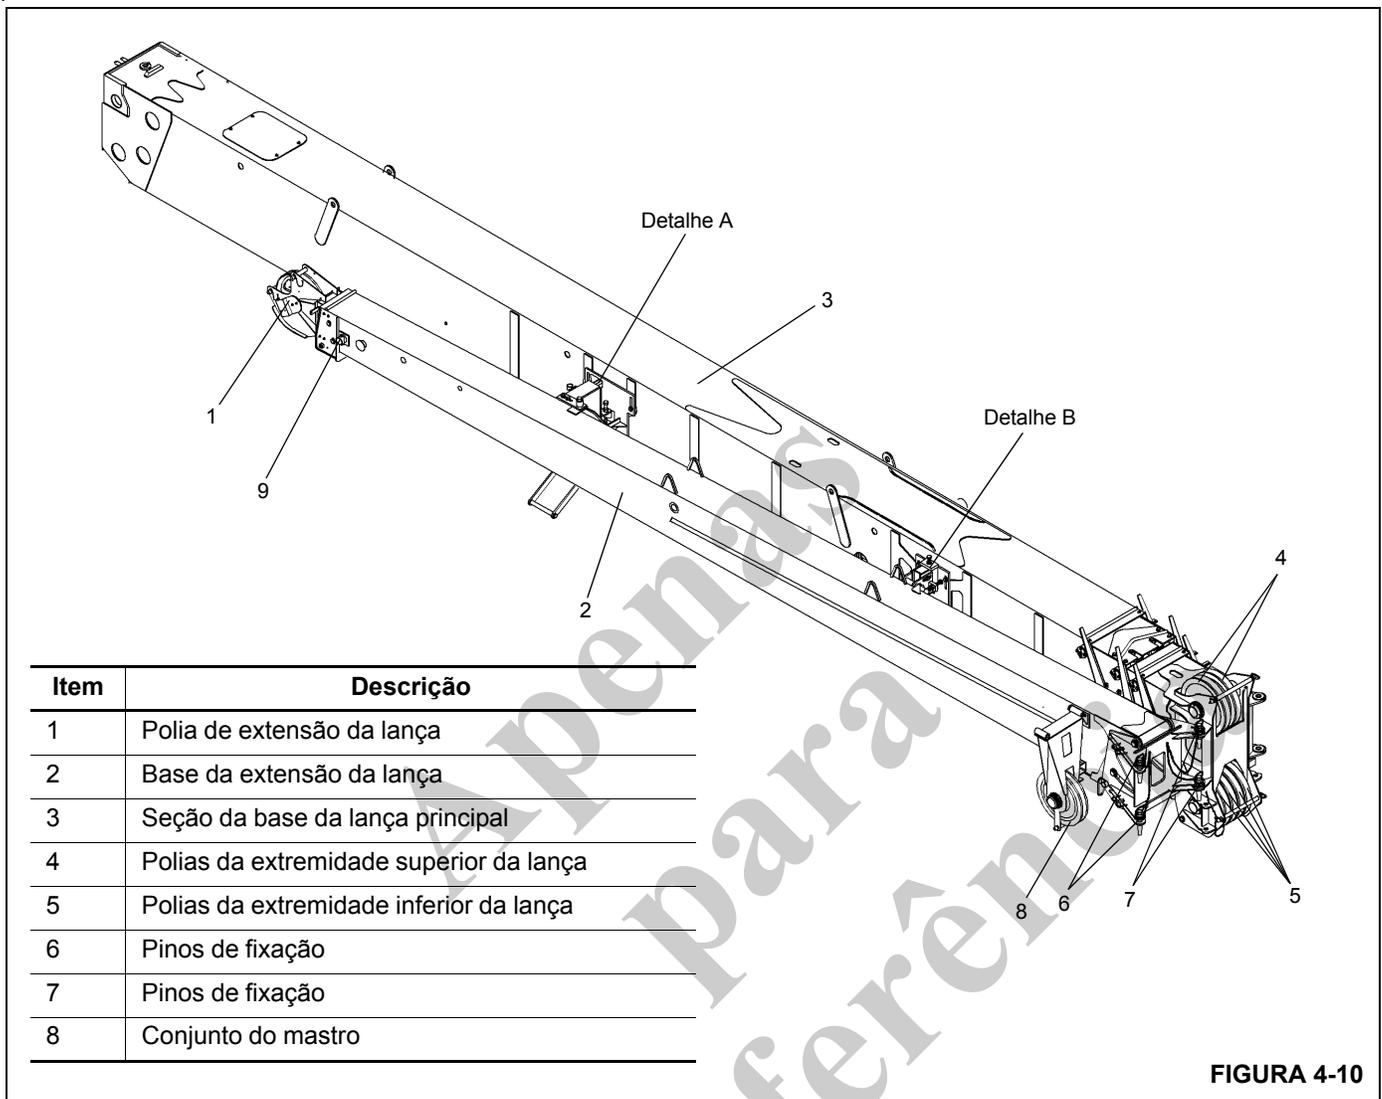

FIGURA 4-10
4. Remova os grampos de retenção dos pinos de fixação do lado direito (6) (Figura 4-7) (Figura 4-10) armazenados na base da extensão da lança e remova os pinos de fixação da extensão da lança (2) (Figura 4-7) (Figura 4-10). Insira os pinos de fixação do lado direito através do acessório da lança e das conexões de fixação da extensão da lança. Instale os grampos de retenção nos pinos de fixação.